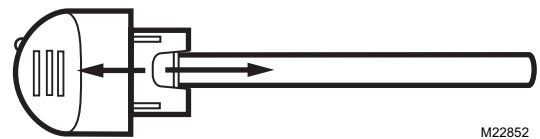

Fig. 18. Séparer le cylindre de la poignée.
5. Saisir la poignée d'une main et le cylindre de l'autre et séparer les deux pièces. Voir la Fig. 18.